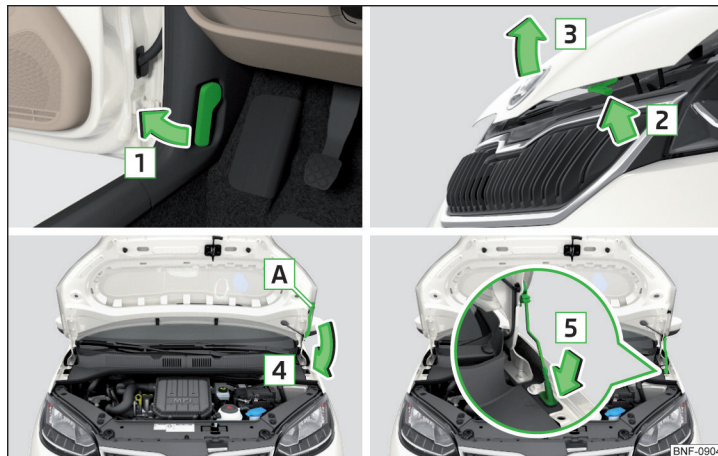

Fig. 138 Deschiderea capotei
- Deschideți portiera din față și trageți de maneta de deblocare aflată sub planșa de bord în sensul săgeții 1 » fig. 138.